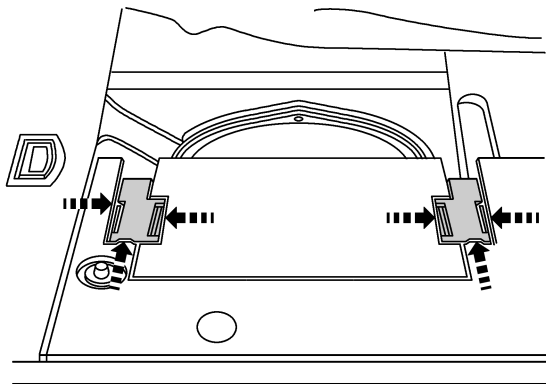

图 9-2-15 松开定位凸缘
- (1) 取出行李箱地面饰板。
- (2) 必要时把后座长椅右侧靠背向前翻。
- (3) 如图 9-2-15 箭头所示, 松开定位凸缘。